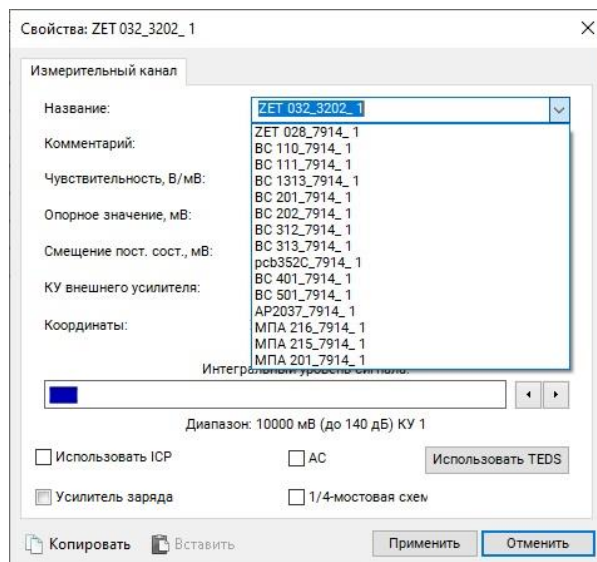

Рис. 4.10 Окно «Свойства» со списком датчиков из базы данных
Если к измерительному каналу контроллера подключается датчик, информация о котором уже добавлена в базу данных, следует перейти в поле «Название» и, активировав указатель на выпадающий список  (Рис. 4.10), выбрать из списка тип подключаемого датчика, при этом поля параметров окна «Свойства» будут автоматически заполнены.
**Внимание!** В случае, когда необходим доступ к произвольной настройке для всех параметров в окне «Свойства» в поле «Название» выбирайте из списка верхнюю строку с идентификатором «ZET xxxxx» (Рис. 4.10).